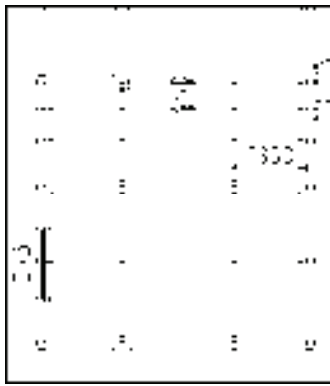

图 13-69 偏移轴线
2) 调用“偏移”命令，偏移轴线，结果如图 13-69 所示。